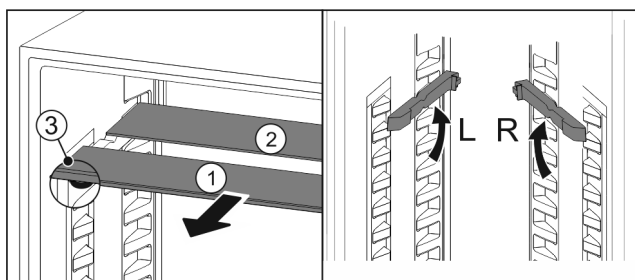

Fig. 23
- ▶ Wyciągnąć Fig. 23 (1) pojedynczo półki szklane do przodu.
- ▷ Płyta szklana Fig. 23 (1) z listwą ozdobną znajduje się z przodu.
- ▷ Stopery Fig. 23 (3) wskazują na dół.